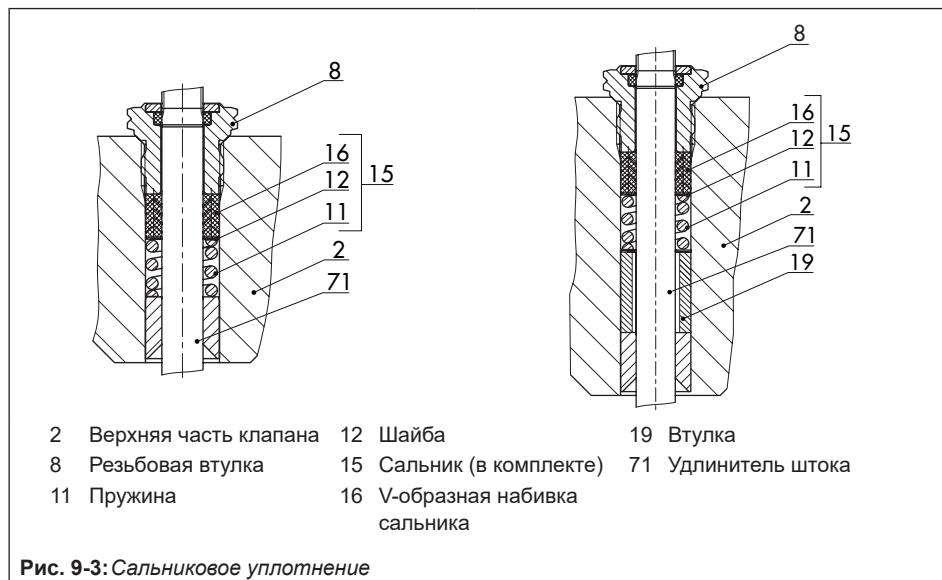

Рис. 9-3: Сальниковое уплотнение
1. Отвинтите от удлинительного штока (71) соединительную гайку (9) и кон- трагайку (10).
2. Вывинтите резьбовую втулку (8).
3. Постепенно попеременно ослабьте гайки (33), открутите и снимите их вместе с винтами (32).
4. Осторожно снимите верхнюю часть клапана (2) через удлинительный шток (71).
9. Аккуратно продвиньте детали саль- никовой набивки при помощи соот- ветствующего инструмента по удли- нительному штоку (71) в набивочную полость. При этом обращайте вни- мание на правильный порядок рас- положения деталей, см. Рис. 9-3.
10. Аккуратно поместите верхнюю часть клапана (2) через удлинитель штока (71) на корпус (1).
1. Отвинтите корончатую гайку (92) и снимите раму (3) с верхней части клапана (2).
2. Отвинтите от удлинительного штока (71) соединительную гайку (9) и контргайку (10).
3. Вывинтите резьбовую втулку (8).
7. Аккуратно продвиньте детали сальниковой набивки при помощи соответствующего инструмента по удлинительному штоку (71) в набивочную полость. При этом обращайте вни-
- мание на правильный порядок расположения деталей, см. Рис. 9-3.
8. Вверните и затяните резьбовую втулку (8). Соблюдайте моменты затяжки.
9. Установите раму (3) на верхнюю часть клапана (2) и привинтите коничатой гайкой (92).
10. Навинтите, не закрепляя, контргайку (10) и соединительную муфту (9) на шток плунжера (5).